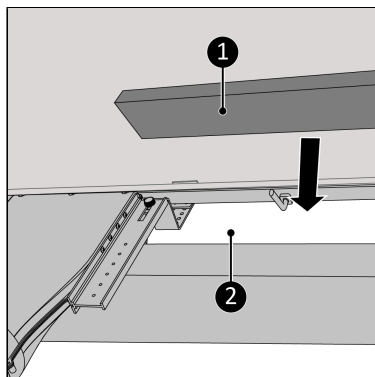

Figure 206.
15. Comblez les espaces vides (Figure 206, pos. 2) avec la mousse d'isolation accompagnant le produit (Figure 206, pos. 1). Découpez la mousse si nécessaire*.